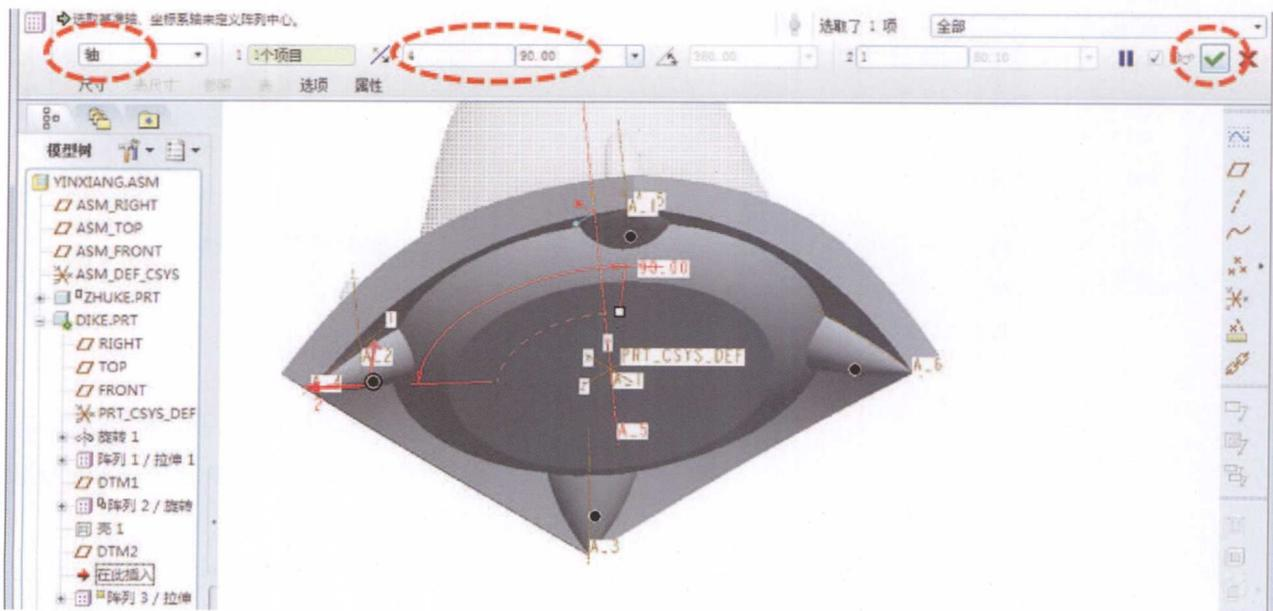
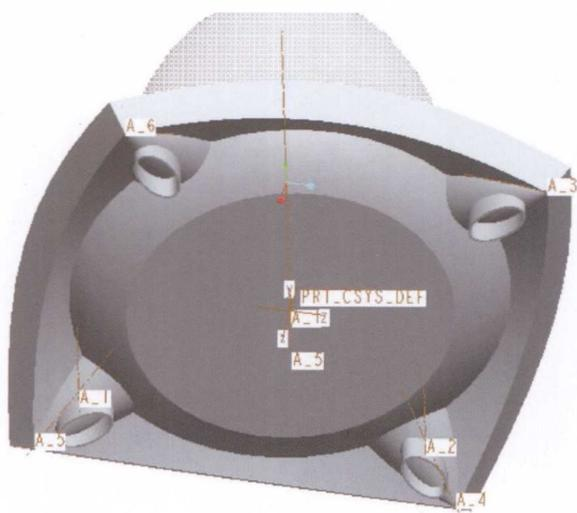

图1-44
图1-45
(30) 选择刚刚使用拉伸特征制作的椭圆形支撑脚，使用阵列工具，运用“轴”驱动阵列模式，单击模型中心轴，阵列出4个椭圆支撑脚，每个支撑脚之间间隔90°（图1-44）。至此，音响底壳全部完成，如图1-45所示。